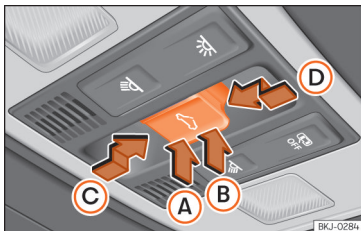

Fig. 93 No revestimento interior do teto: botão do teto de vidro.
O botão  Fig. 93 tem dois níveis. No primeiro nível pode colocar-se o teto na posição defletora, abrir ou fechar total ou parcialmente.
- Antes que decorram aproximadamente 5 segundos desde a ativação da função antientalamento, pressione o botão ⏪ » » » Fig. 93 até ao segundo nível no sentido da seta » » » Fig. 93 Ⓢ até que o teto se feche completamente.